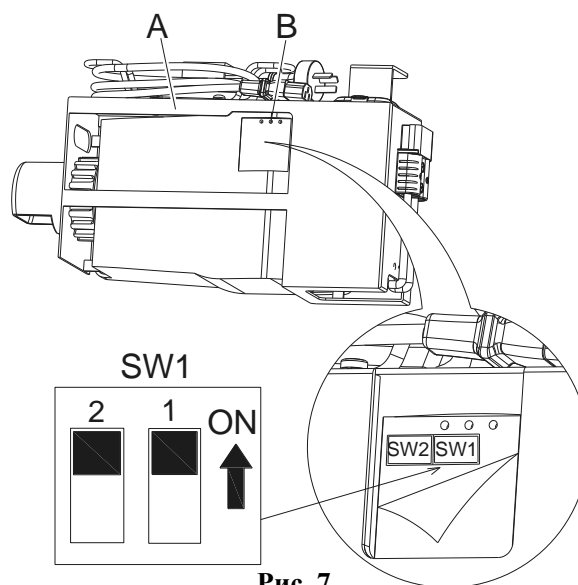

Рис. 7
1. Выключите машину и отсоедините встроенное зарядное устройство (А, Рис. 7) от машины. Затем вскройте этикетку на крышке зарядного устройства (В, Рис. 7), и вы увидите в зарядном устройстве 2 комплекта переключателей DIP (SW1 и SW2).